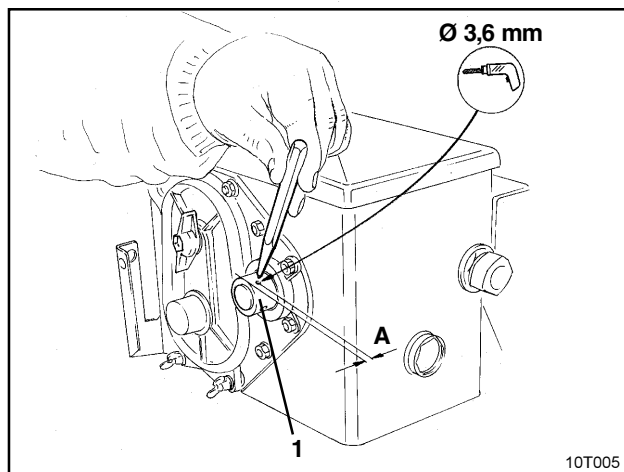

Fig. 9.2
- ☐ mit dem mitgelieferten Bohrer Loch (\varnothing 3,6 mm) in die Getriebeshohlwelle (Fig. 9.2/1) bohren.
Der Abstand A (siehe Fig. 9.2) vom Rand der Hohlwelle zum Bohrungsmittelpunkt **beträgt 5 mm. Bohrung ankörnen.**